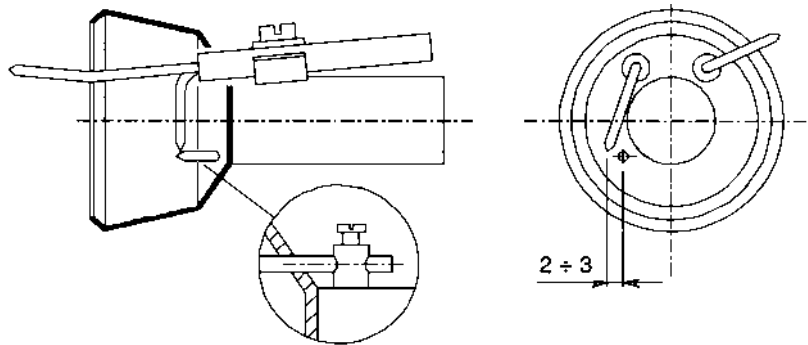

Рис. 25
- Проверьте запальный электрод, очистите, отрегулируйте и, при необходимости, замените (см. Рис. 25);
- Проверьте контрольный электрод, очистите, отрегулируйте и, при необходимости, замените (см. Рис. 25).
Для того, чтобы гарантировать хорошее зажигание, необходимо соблюдать размеры, указанные на Рис. 25.